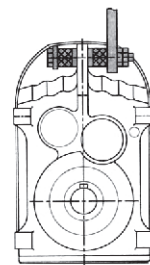

图20
4.5.2 FA 系列平行轴斜齿轮减速机防转臂安装如图 20 所示。